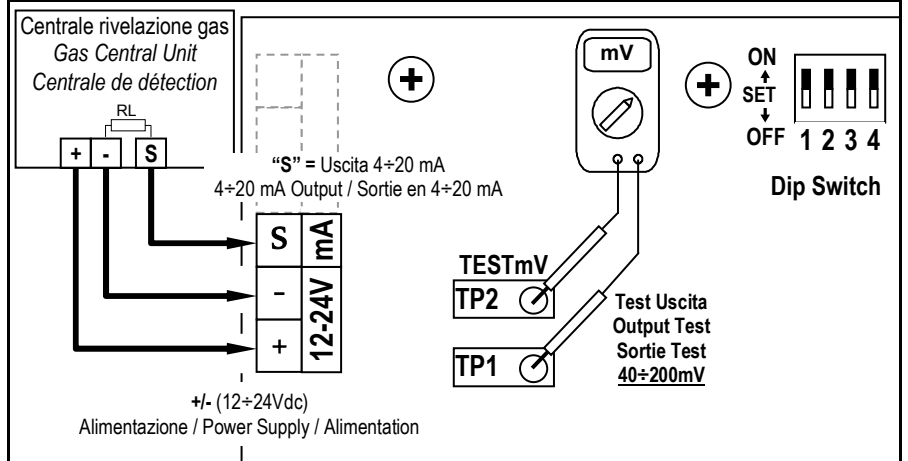
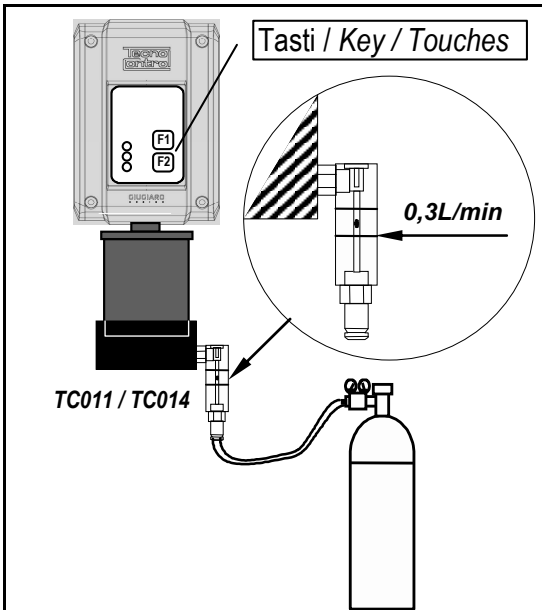
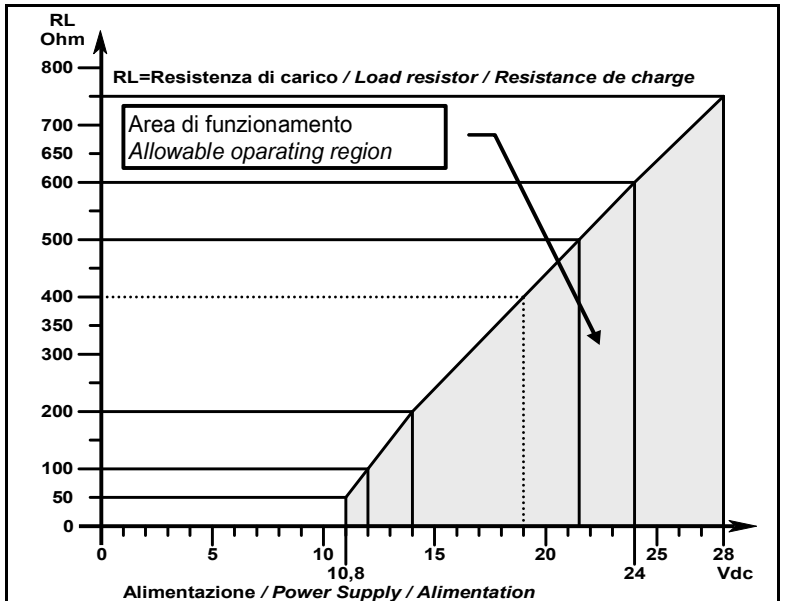

Fig. 2 - Schema di collegamento / Wiring diagram / Schéma
Fig. 3 - Tester di calibrazione / Calibration Tester / Kit de Calibration
Fig. 4 - Alimentazione / Resistenza di Carico 4-20mA
Raccordements électriques (Fig.2): la distance maximale à laquelle chaque détecteur peut être raccordés à la centrale est indiquée dans le Tableau 1 en fonction de la section du câble utilisé. Un câble écran est normalement utilisé, avec 3 conducteurs. Si l'on utilise une alimentation 12Vcc la résistance maximale de charge (RL) sera de 50 Ω, si on utilise une alimentation 24Vcc la RL sera de 500 Ω (Fig.4).
COMPATIBILITE' AVEC AUTRES CENTRALES: En cas d'utilisation d'une centrale différent de Tecnocontrol, calculer la résistance de charge maxi en utilisant la charte selon la Fig.4. L'alimentation à 24Vcc est conseillée.
L'étalonnage doit être exécuté en air propre exclusivement (milieu sans la présence de gaz inflammables ou autres). A l'aide des touches exécuter le **Code d'Etalonnage**. Attendre que les LED Jaune et Verte s'allument en feu fixe et que la LED Rouge clignote. Coiffer la tête de détection avec le TC011, régler le débit du gaz, (0,88%v/v méthane+air), de manière que le débitmètre indique 0,3 l/min environ, (Fig.3). Attendre 3 minutes environ, puis, quand la Rouge s'allume et pendant qu'elle est ALLUMÉE, presser la touche F2 et maintenir cette pression tant que la LED Rouge ne restent pas éteints durant au moins 2 secondes, si la LED Rouge continu à clignoter, attendre que le LED Rouge se rallume et répéter l'opération. Fermer la bouteille et ôter le TC011. À ce point, deux cas peuvent se vérifier:
Coiffer la tête de détection avec le TC011, régler le débit du gaz, (0,88%v/v méthane+air), de manière que le débitmètre indique 0,3 l/min environ, (Fig.3) vérifiez avec le voltmètre sur les bornes de test "TEST mA" (fig.2) que la valeur en mV est atteinte, indiquée en le **tableau 3 - Colonne 6**. [Ou bien que la sortie en mA augmente jusqu'à la valeur indiquée dans la **colonne 7** ($\pm 0,2$ mA) et que la centrale à laquelle le détecteur est connecté indique une valeur en % de la LIE (± 2) comme indiquée dans la **colonne 8**]. Après cela, la sortie reviens progressivement à 4 mA.